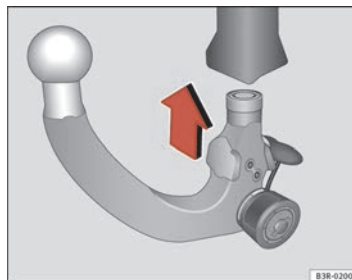

Fig. 167 Dispositif d'attelage amovible : mise en place de la boule d'attelage
- Introduisez la boule d'attelage précontrainte dans le tube de fixation et poussez-la vers le haut ⇒ page 218, fig. 167, dans le sens de la flèche ⇒ ⚠. Le processus de blocage s'effectue automatiquement. À ce moment, le cliquage doit être nettement audible.